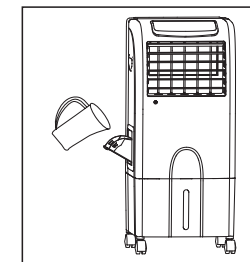

РИС. 2
4. Потяните вверх бачок для воды и вытащите наружу около 10 см, до стопорного штифта, а затем налейте воду (рис.2). Установите бачок на место.